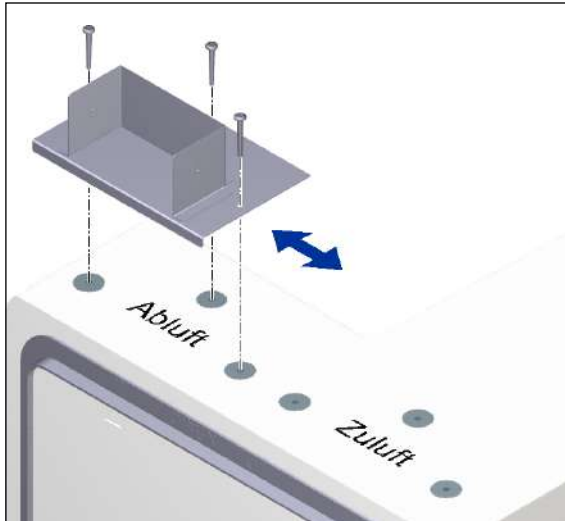
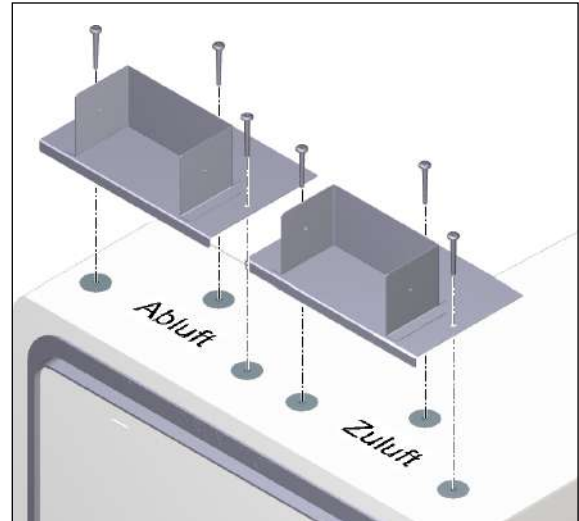

Abb. 11: M-WRG-M/MB-F, Fixierplatte für Abluft oder Zuluft befestigen
Abb. 12: M-WRG-M/MB-F, Fixierplatten für Abluft und Zuluft befestigen
► Befestigen Sie die Fixierplatte mit den Spaxschrauben (siehe Abb. 11 und Abb. 12).